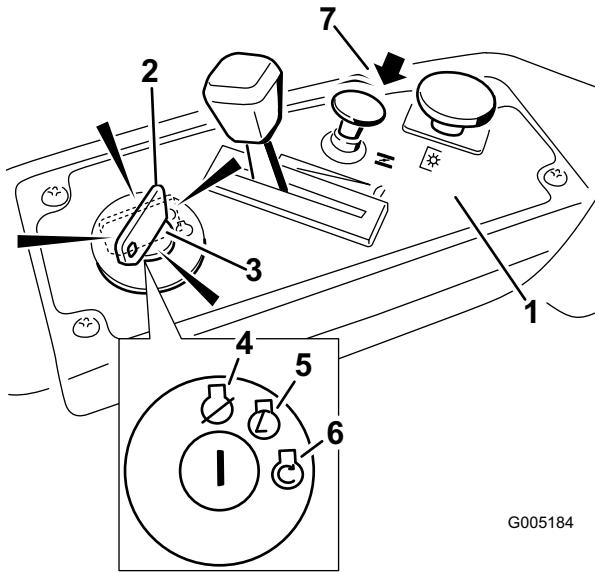

Figure 10
3. Tirez la commande de starter ouverte pour démarrer à froid (Figure 10).
4. Tournez la clé de contact en position de Démarrage pour activer le démarreur. Relâchez la clé quand le moteur démarre (Figure 10).
2. Placez la manette d'accélérateur entre la position haut régime et la position à mi course (Figure 10).